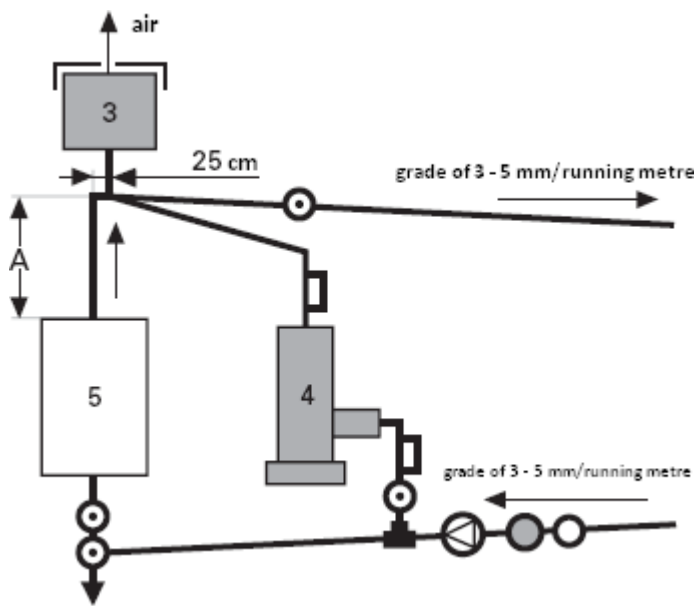

Fig. 3 Schema di collegamento caldaia a ioni con elettrodo di riserva
- È possibile costruire le nostre caldaie a ioni in impianti di riscaldamento già installati (anche come caldaie di riserva secondarie utilizzando il collegamento in parallelo) a condizione che le nostre raccomandazioni siano obbligatoriamente rispettate (Fig. 3). La potenza della caldaia di riserva deve corrispondere alle dimensioni dello spazio riscaldato, alla qualità della protezione termica e al volume dell'agente di trasferimento del calore nell'impianto di riscaldamento (Tabella 1). In caso di installazione della caldaia di riserva nell'impianto di riscaldamento in funzione, è necessario eseguire le seguenti operazioni: